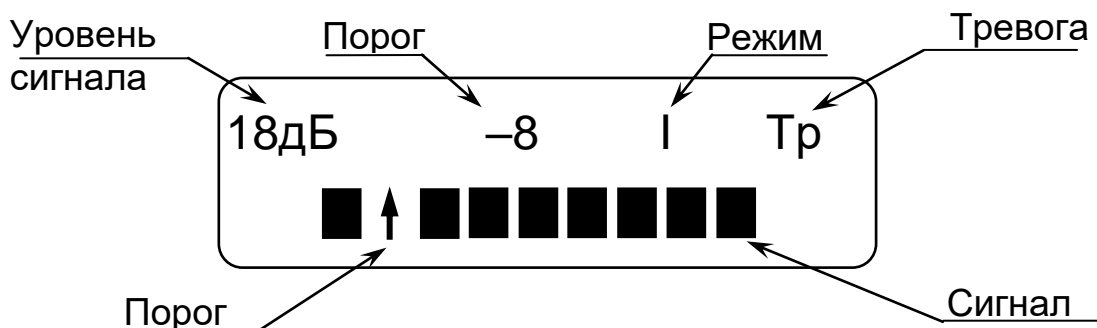

Рисунок 16 – Окно индикации параметров ТАНТАЛ-200 при значении сигнала -9 дБ
2.9.4 *Индикация соответствия напряжения питания* производится после перевода ПК в режим индикации одновременно с отображением надписи «ДП-200». Если напряжение питания 10,2 В и выше, после индикации в течение пяти секунд сообщения «ПИТ. НОРМА» ПК переходит в режим отображения остальных параметров (см. рисунок 16). Если напряжение питания ниже 10,2 В (пониженное) ПК вместо представленных на рисунке 16 параметров индицирует сообщение «ПИТ. НИЗКО» в виде мигающих символов.
Индикация помехи (значок – «!!» на месте значка «Тр» см. рисунок 16) дублирует извещение сформированное извещателем. При включенном зуммере ПК звучит звуковой сигнал.